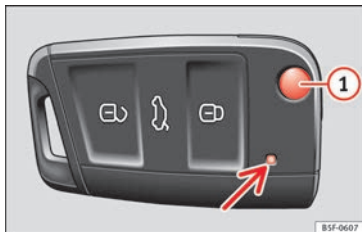
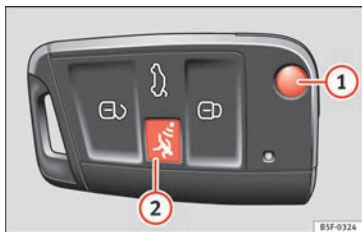

Bild 131 Bilnyckel
Bild 132 Fjärrkontroll med larmknapp
När du trycker på en av bilnyckelns knappar blinkar signallampan » bild 131 (pil) en gång kort, men om knappen hålls ned en längre stund blinkar signallampan flera gånger, som vid bekväm öppning.
Tryck på knappen ① » bild 131 eller » bild 132 för att frigöra och fälla ut nyckeln.
- Om du i snabb följd trycker upprepade gånger på fjärrkontrollens knappar » **bild 131** eller » **bild 132** eller på någon av centrallåsknapparna » sidan 119 inaktiveras centrallåssystemet en kort stund som skydd mot överbelastning. Bilen är i så fall olåst. Lås den vid behov.